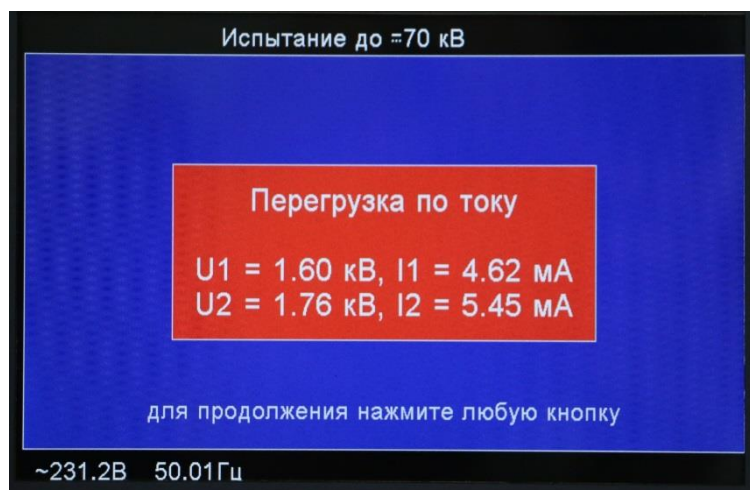

Рис.8.4.
8.2.4 В процессе испытаний возможен пробой нагрузки. В этом случае на экране появится сообщение рис. 8.4. в котором зафиксированы параметры тока и напряжения на момент пробоя (U_2 и I_2) и за секунду до пробоя (U_1 и I_1).